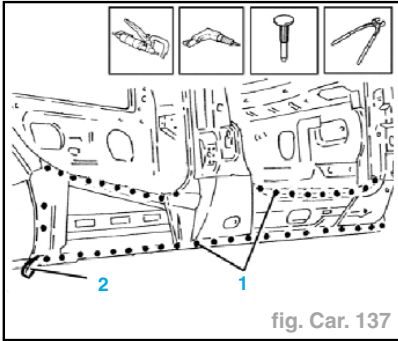

fig. Car. 137
- Faire sauter les points de soudure sur les bords du revêtement et déposer le revêtement de la coque (1) fig. Car. 137).
- Détacher les découpes du bord inférieur (2).